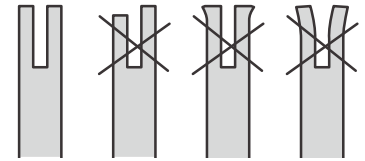

Fig. 48
5. Compruebe si el raíl de la espada presenta desgaste. Sostenga una regla (de borde recto) contra el lateral de la espada y las placas laterales de corte. Si existe una holgura entre la regla y la espada, el raíl de la espada es normal. Si no hay holgura (la regla queda al ras contra el lateral de la espada), el raíl de la espada está desgastado y debe sustituirse por uno nuevo del mismo tipo (Fig. 48).